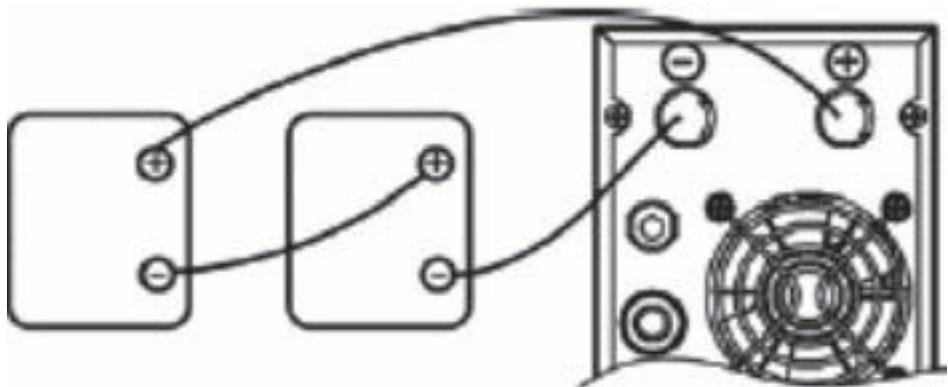

Рис. 2
**2) Подключение нескольких аккумуляторных батарей, соединенных последовательно (см. рис. 2):**